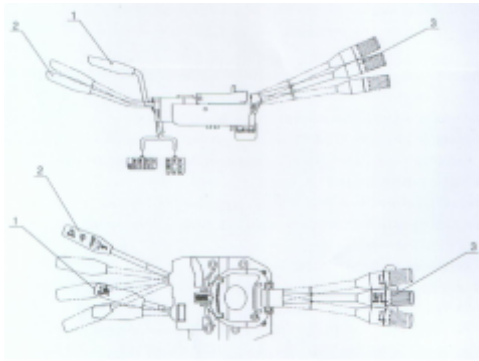

Fig. 3-3
Refira-se a Fig. 3-3 para o interruptor combinado
(2) Operação do interruptor da ignição. (ver Fig. 3-3)
O freio auxiliar é o freio-motor. Para prolongar a vida útil do freio durante uma descida longa, aperte o interruptor do freio-motor (No. 1 na Fig. 3-3) este fecha a válvula borboleta sobre o cano de exaustão pela válvula solenóide e o cilindro para realizar o freio-motor.